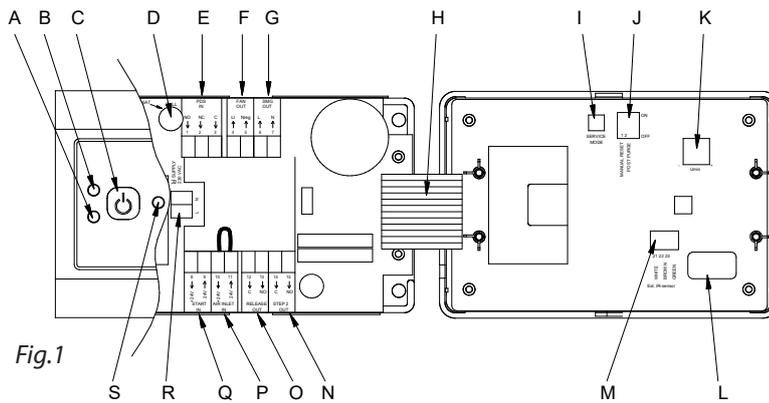

Fig.1
EFC21 (fig. 1) sont des contrôles pour poêles à gaz destinés à être utilisés conjointement à l'installation des aspire fumée **exodraft**.
L'aspire fumée démarre à plein régime quand le EFC21 est activé. Si le système de surveillance branché affiche un tirage de cheminée suffisant, le poêle à gaz est débloqué et la vitesse de l'aspire fumée est réduite à la valeur préfixée (fig. 1 pos. K).
Il est cependant possible de programmer 3 min de fonctionnement prolongé grâce au micro interrupteur (fig. 1-J).
Vérifier les réglages d'usine des micro interrupteurs (Fig. 1-J) avant de procéder à la mise au point.
- Appuyer sur le bouton MARCHE/ARRÊT (Fig. 1-C).
- Appuyer sur le bouton entretien (Fig. 1-I) sur le dos du couvercle. Le voyant Alarme (Fig. 1-A) clignote ROUGE et le voyant Fonction (Fig. 1-B) clignote selon la position du pressostat (voir tableau ci-dessous).
- Tourner le potentiomètre (Fig. 1-K) dans le sens horaire pour le régler au maximum.
- Visser lentement le pressostat jusqu'à son déclenchement (déclat) ou jusqu'à ce que le voyant (FIG. 1-B) passe du VERT au ROUGE.
- Appuyer sur le bouton MARCHE/ARRÊT (Fig. 1-C). Le mode entretien du contrôle se ferme.